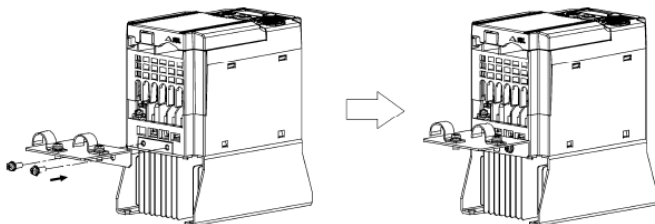

Figura 11.1 Colocando uma flange de aterramento EMC
- (1) Monte o flange de aterramento EMC (que vem com o inversor) para o inversor com parafusos, a fim de fundamentar a blindagem dos fios. Ver Figura 11.1